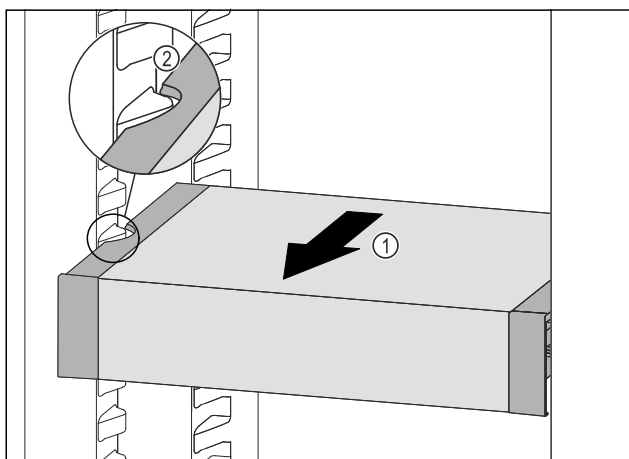

Fig. 102
- ▶ Træk VarioSafe fremefter Fig. 102 (1), indtil udsparringerne i siden på VarioSafe er på niveau med beholderribben i kølesektionen. Fig. 102 (2)